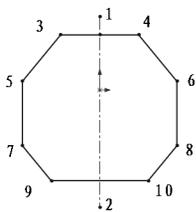

图 2-12 绘制中心线和直线
下面以绘制如图 2-12 所示的中心线和直线为例，介绍中心线和直线的绘制步骤。
(1) 在草图绘制状态下，选择菜单栏中的“工具”→“草图绘制实体”→“中心线”命令，或者单击“草图”选项卡中的“中心线”按钮，开始绘制中心线。
(2) 在图形区单击确定中心线的起点 1，然后移动光标到图中合适的位置，由于图 2-12 中的中心线为竖直直线，所以当光标附近出现符号时，单击确定中心线的终点 2。
(3) 按 Esc 键，或者在图形区右击，在弹出的快捷菜单中选择“选择”命令，退出中心线的绘制。
(4) 选择菜单栏中的“工具”→“草图绘制实体”→“直线”命令，或者单击“草图”选项卡中的“直线”按钮，开始绘制直线。
(5) 在图形区单击确定直线的起点 3，然后移动光标到图中合适的位置，由于直线 34 为水平直
(6) 重复以上绘制直线的步骤绘制其他直线段，在绘制过程中要注意光标的形状，以确定是水平、竖直或者任意直线段。
(7) 按 Esc 键，或者在图形区右击，在弹出的快捷菜单中选择“选择”命令，退出直线的绘制，绘制的中心线和直线如图 2-12 所示。